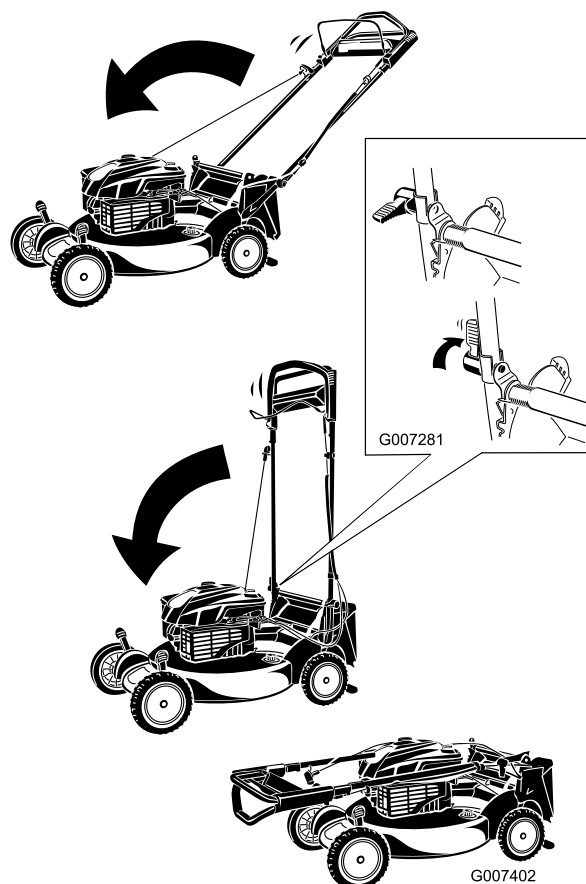

Figura 46
1. Fate ruotare la stegola in avanti (Figura 46).